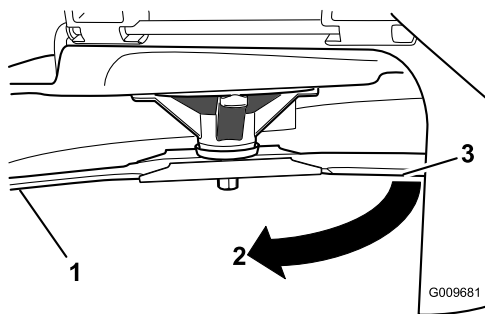

Figura 55
- Distancia medida entre la cuchilla y la superficie (A)
- Gire la misma cuchilla 180 grados de manera que el otro extremo esté en la misma posición (Figura 55).